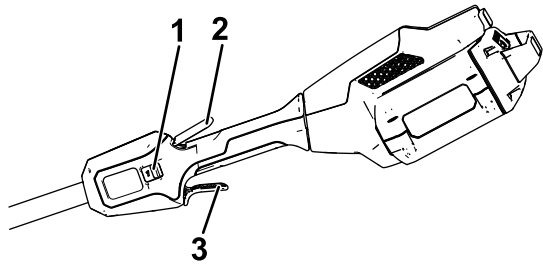

Figura 8
4. Para arrancar la desbrozadora, apriete el gatillo de bloqueo, luego apriete el gatillo de velocidad variable (Figura 8).